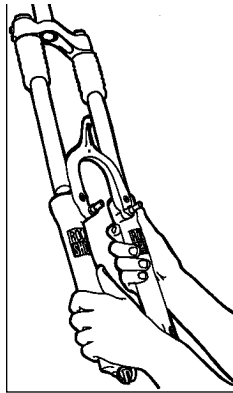

Fig. 6
- faites glisser l'ensemble monocoque du tube inférieur hors de son logement (voir Fig. 6).